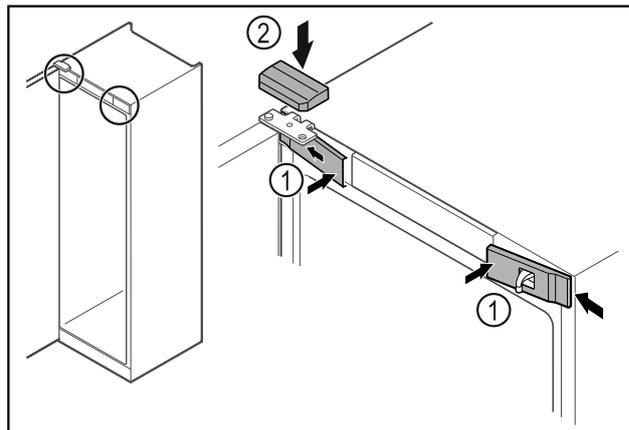

Fig. 47
- ▶ Accrocher les caches avant Fig. 47 (1) par les côtés et les enclencher.
- ▶ Insérer le cache supérieur Fig. 47 (2) par le haut.